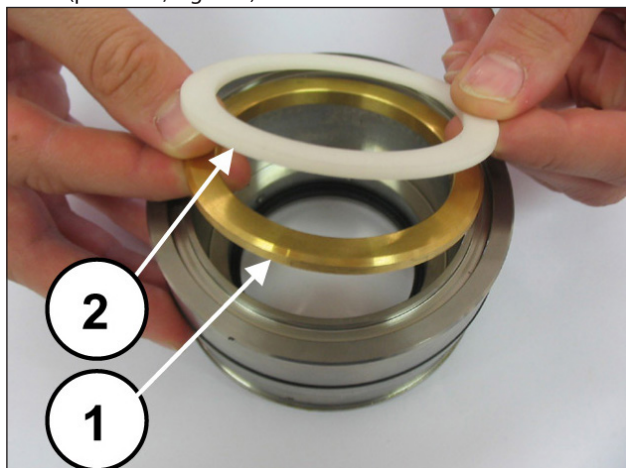
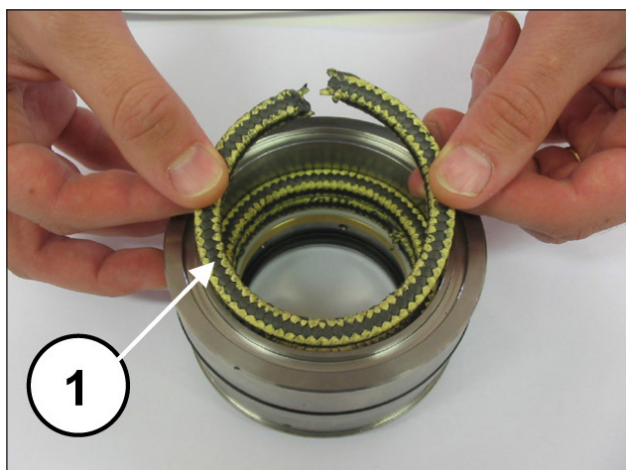
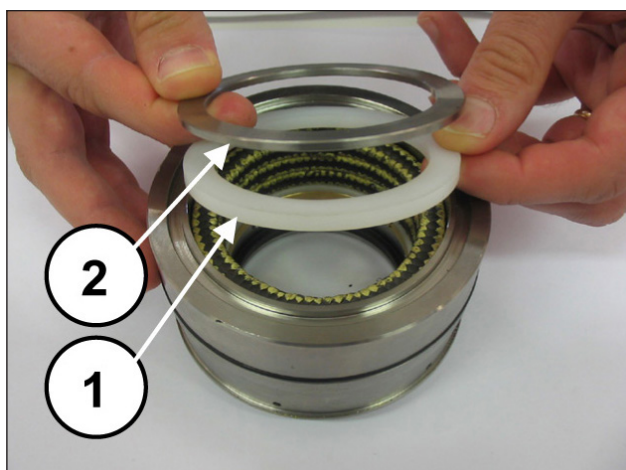

Fig. 195
Fig. 196
Fig. 197
Montare l'anello di supporto e l'anello antiestrusione (pos. ①②, Fig. 195), le tre baderne ponendo attenzione affinché gli intagli vengano a trovarsi a 120° l'uno dall'altro (pos. ①, Fig. 196), l'anello raschiatore baderne e l'anello per molla (pos. ①②, Fig. 197).